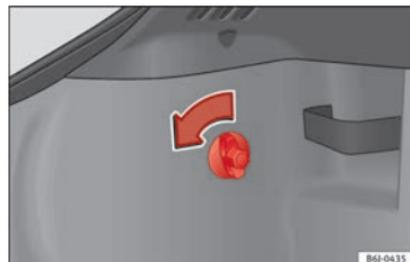

Fig. 195 Accès aux feux arrière.
- Tournez la vis dans le sens de la flèche à la main ou avec un tournevis » fig. 195.
- Retirer le connecteur du logement (A) »» fig. 195.